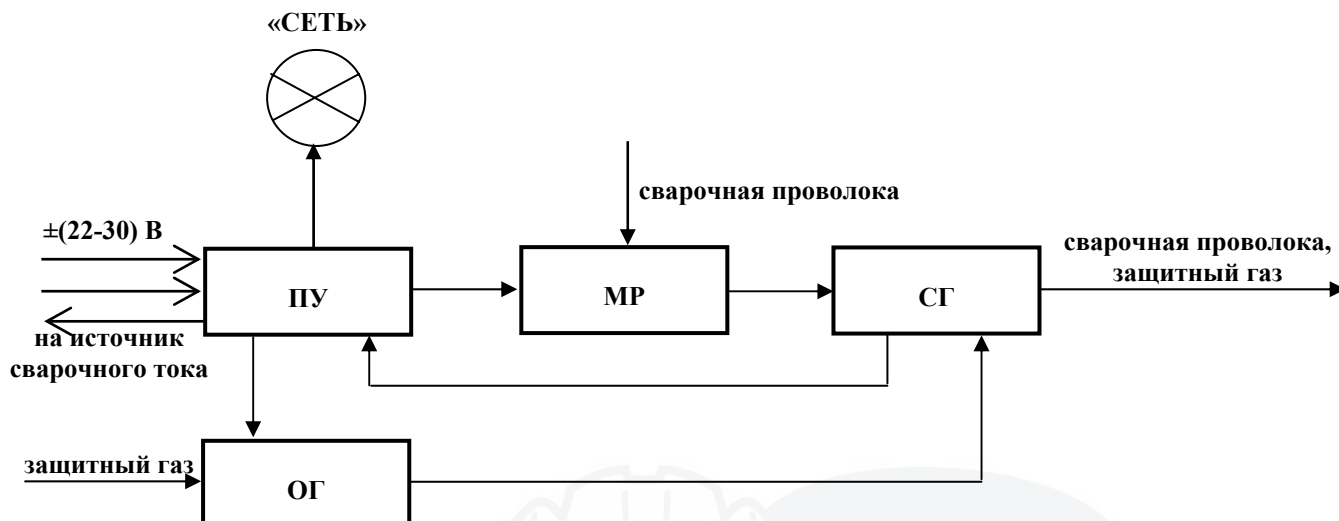

Рисунок 4.4
4.2.1 Функционально МПП состоит из трех взаимосвязанных модулей (см. рисунок 4.4), а именно ПУ, МР, ОГ и комплекта аксессуаров.